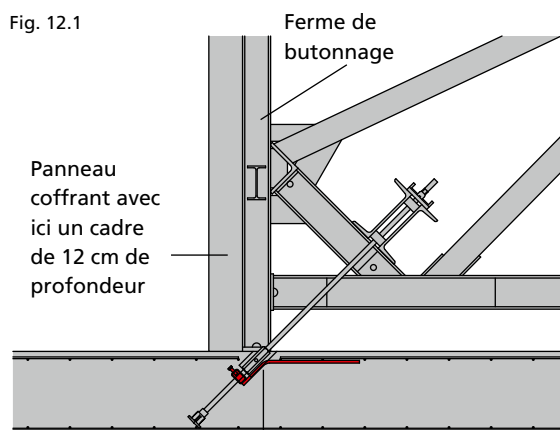
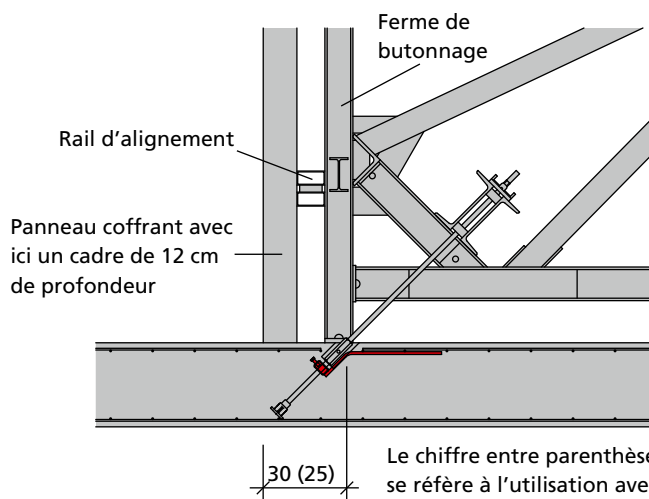

Fig. 12.2
Fig. 12.3
■ de 20 cm pour la ferme de boutonnage STB 450 (fig. 12.2), de 30 cm avec des rails d'alignement en plus (fig. 12.3)